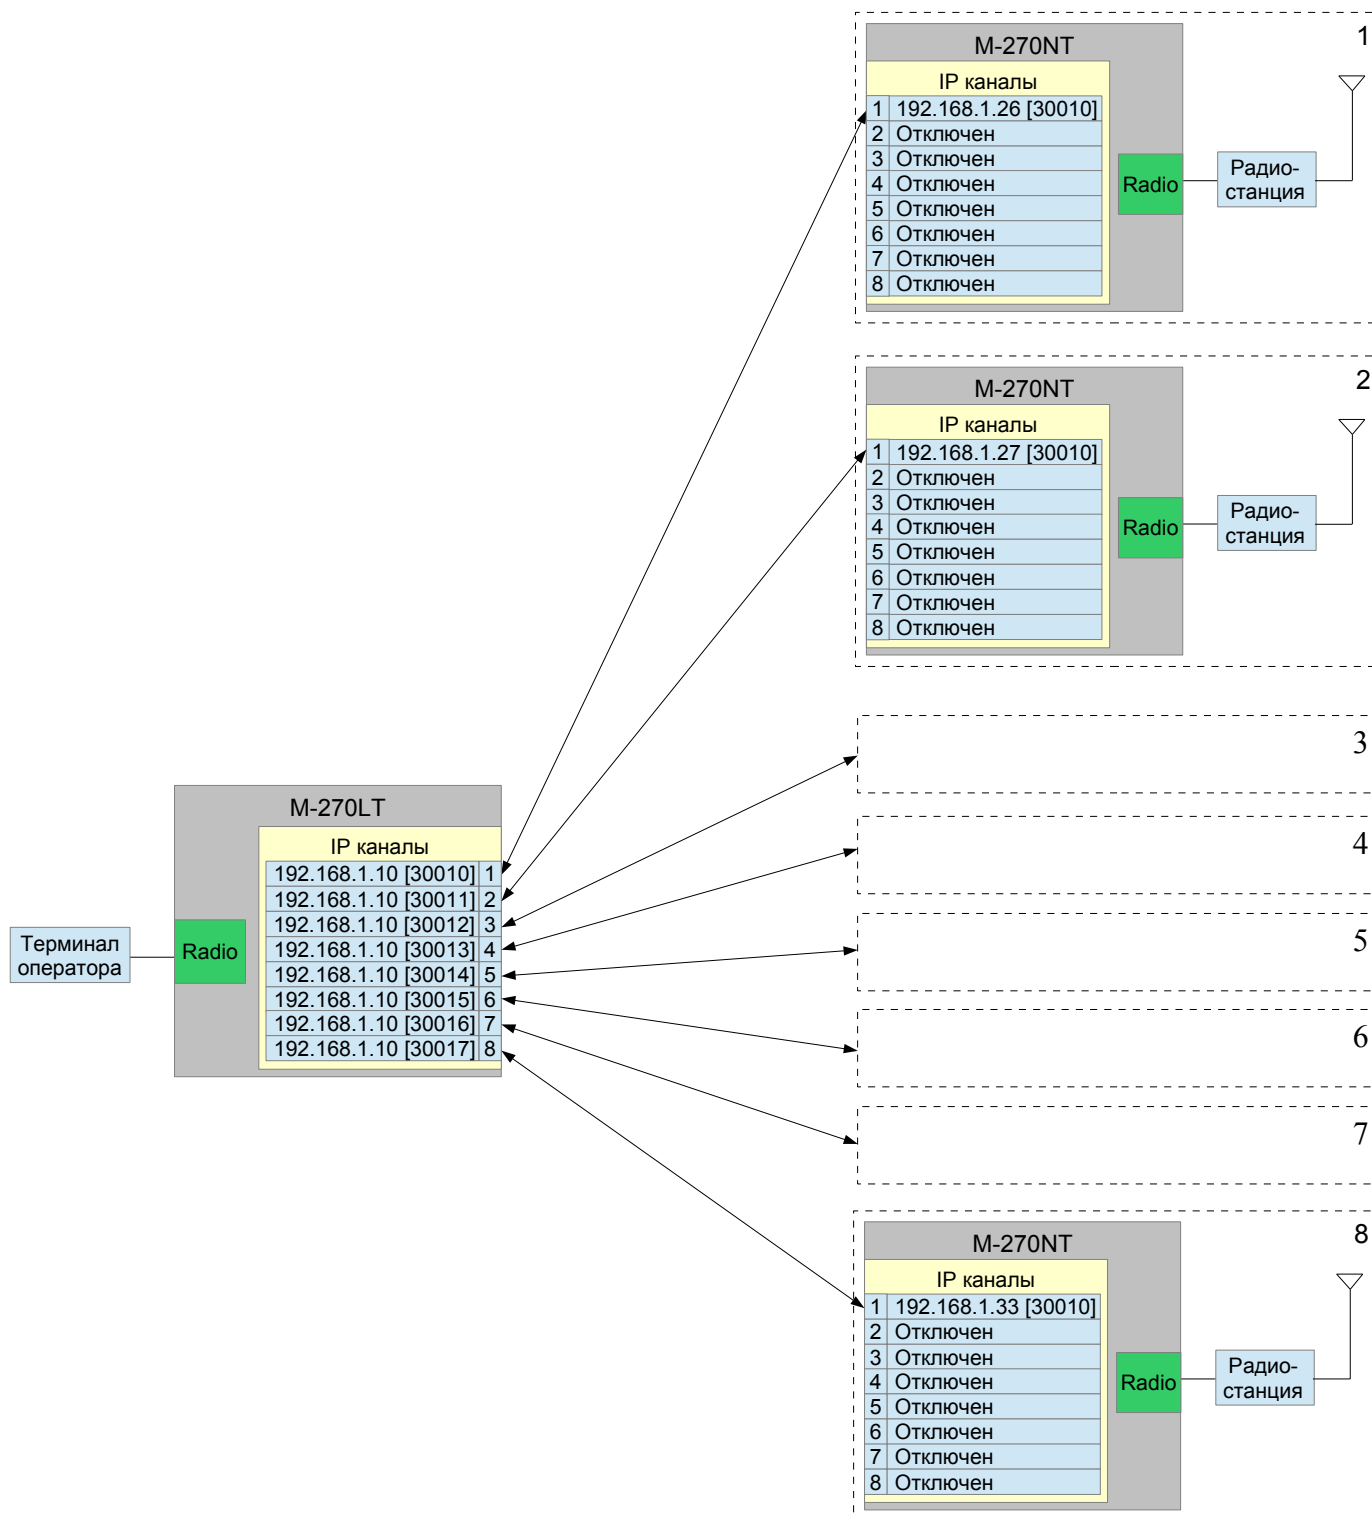
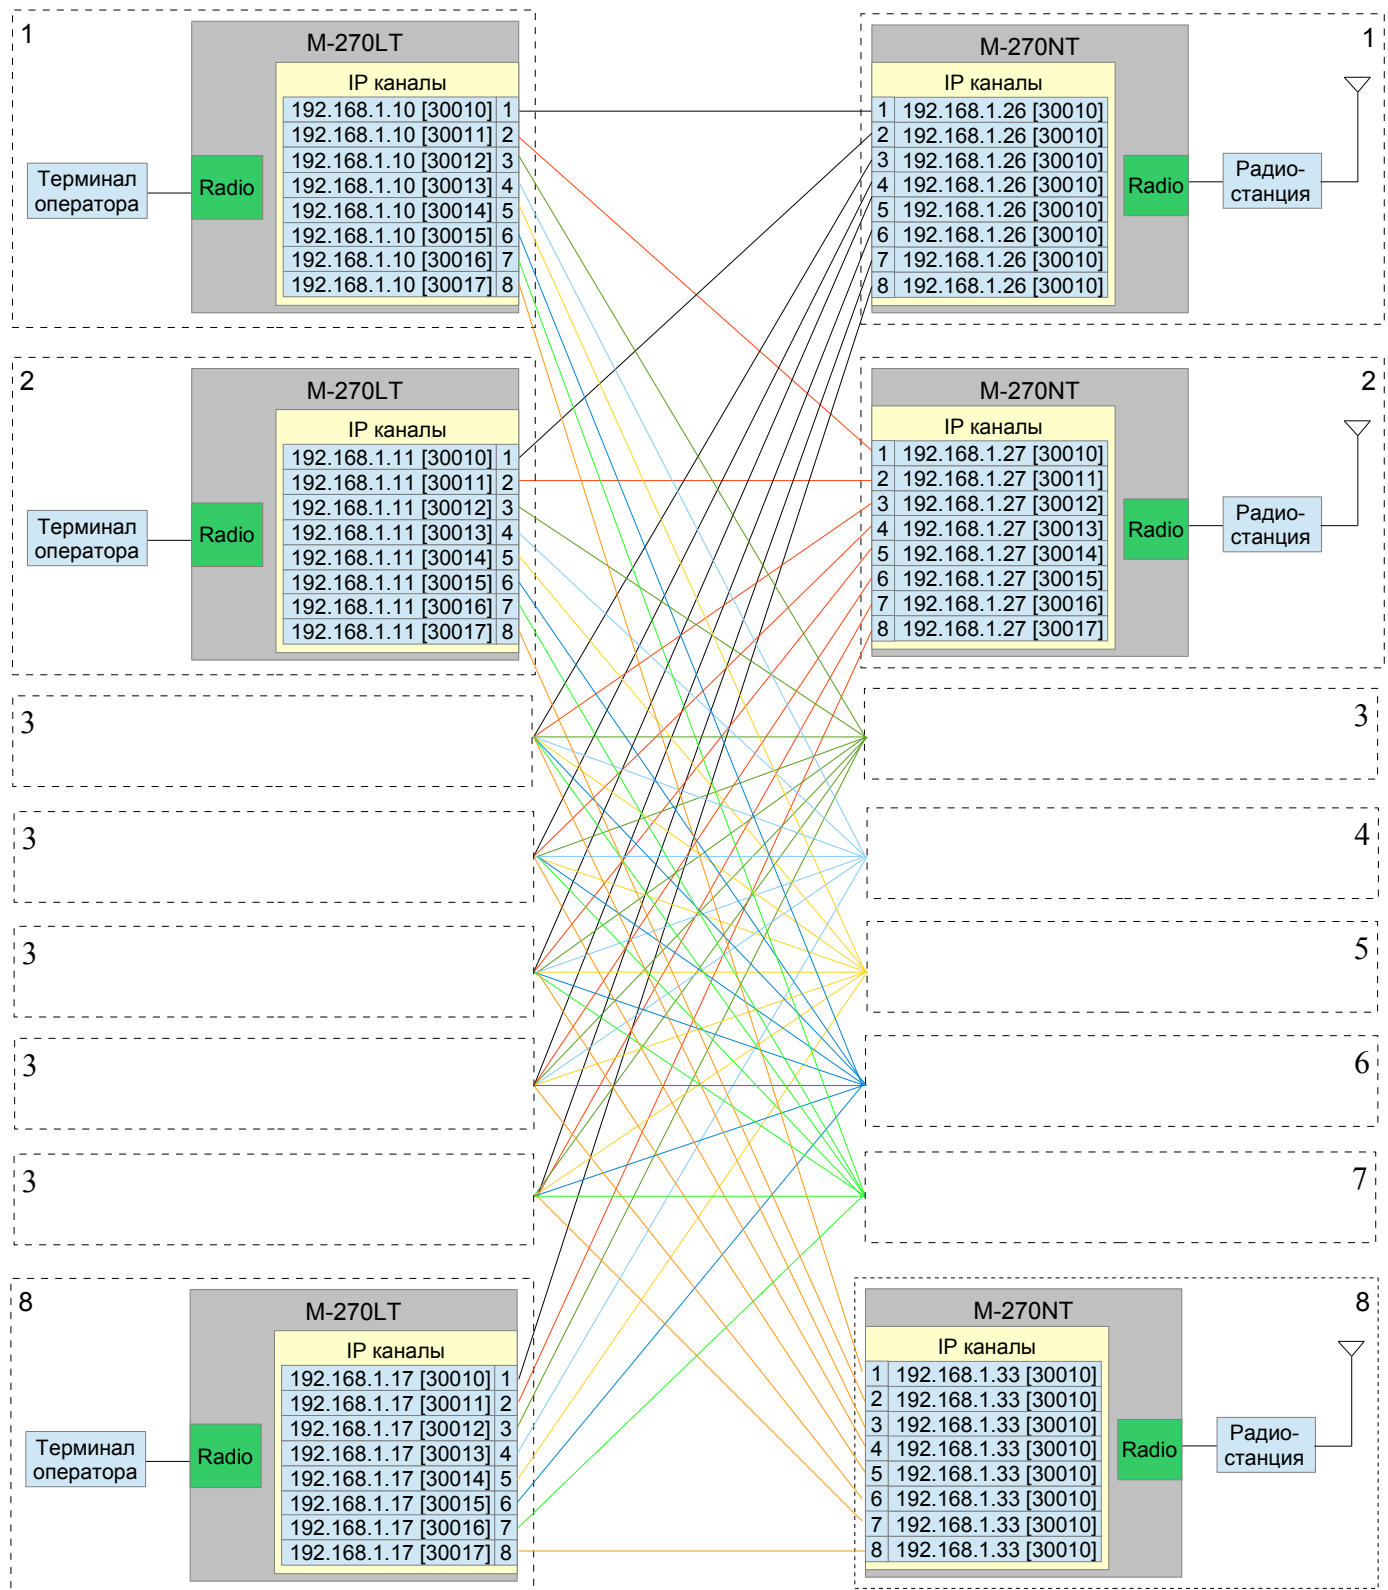

Рис. 19 Схема IP соединений для управления группой радиостанций.
Рис. 20 Схема IP соединений для работы группы операторов с группой радиостанций.
Контроллеры системы М-270 поддерживают одновременную работу по 8-ми IP каналам, это позволяет оператору организовать как выборочное так и параллельное управление до восьми удаленных радиостанций. Разделение IP каналов контроллера может выполняться как по номеру порта TCP/UDP протокола так и по IP адресу присваиваемого IP каналу. На рис. 19 приведена схема IP соединений для управления одним оператором группой из 8-ми радиостанций. На рис. 20 приведена схема IP соединений для параллельной работы группы из 8-ми операторов с группой из 8-ми удаленных радиостанций.
- Динамически, в этом случае все IP каналы имеют идентичные значения IP адреса и номера портов (рис. 20, контроллер М-270NT №1) . При данных параметрах подключение контроллеров М-270LT выполняется последовательно к свободному IP каналу.
- Статически, в этом случае каждый IP канал имеет индивидуальные значения IP адреса и/или номер порта (см рис. 20 контроллера М-270NT №2).